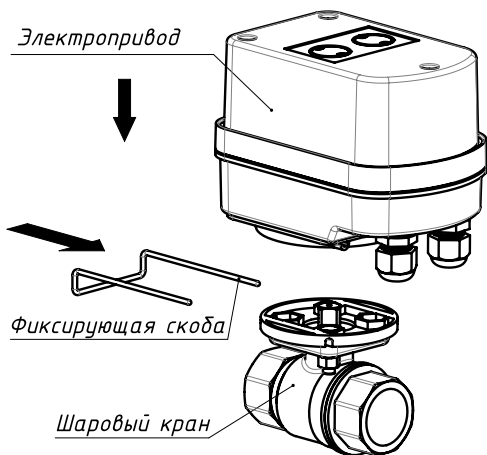

Рисунок 3. Присоединение электропривода к шаровому крану через быстроразъемное соединение.
- 3) Электропривод совмещается с кольцом быстроразъёмного соединения на шаровом кране. Установкой металлической скобы в отверстия происходит фиксация быстроразъёмного соединения (рис. 3).